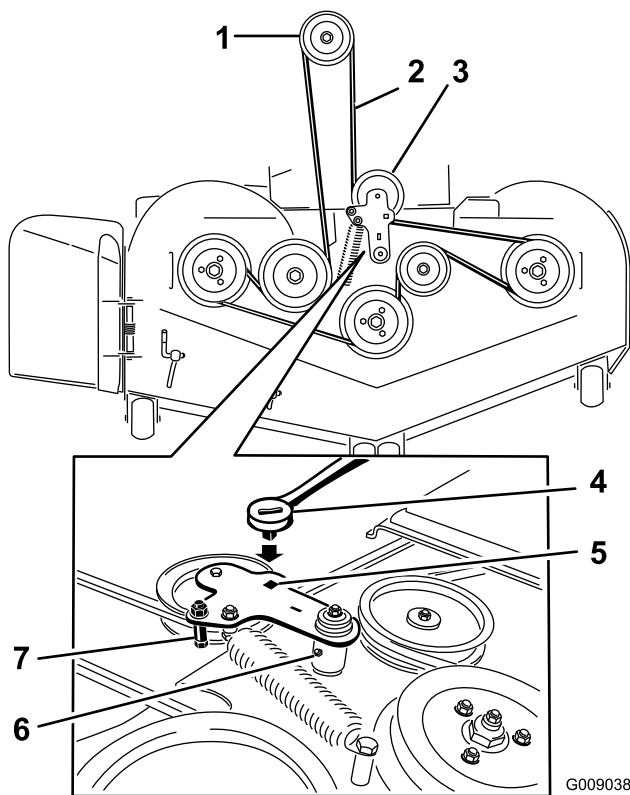

Figure 74
3. Insérez un rochet dans le trou carré du bras de la poulie de tension pour détendre le ressort de la poulie de tension (Figure 74).
5. Enlevez le guide de courroie situé sur le bras de la poulie de tension rappelée par ressort, comme montré à la Figure 74.
7. Acheminez la courroie neuve autour des poulies du tablier de coupe et de la poulie d'embrayage, sous le moteur (Figure 74).
10. Montez le guide de courroie sur le bras de la poulie de tension, comme montré à la Figure 74.
11. Insérez le rochet dans le trou carré et montez le ressort de la poulie de tension (Figure 74).